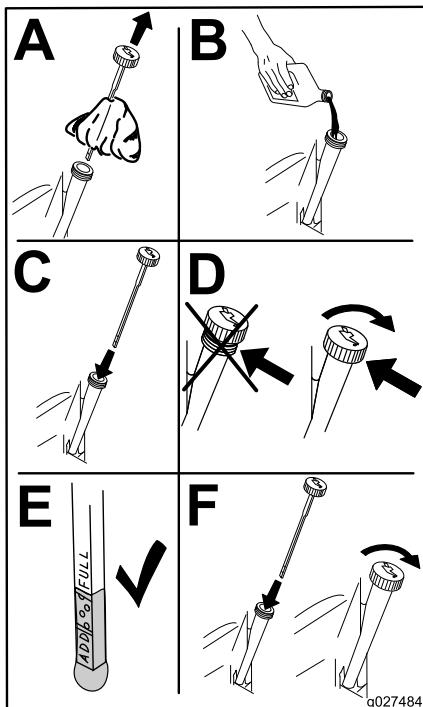

Figura 48
6. Versate lentamente circa l'80% dell'olio indicato nel tubo di rifornimento e sempre con cautela rabboccate l'olio necessario per portarlo alla tacca di **Full (pieno)** (**Figura 48**).